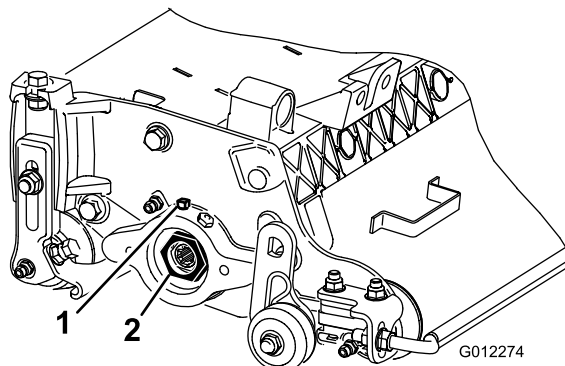

Figura 10
- A. Desaperte o parafuso do conjunto externo que fixa a porca de ajuste do rolamento à caixa de rolamentos localizada no lado esquerdo da unidade de corte (Figura 10).